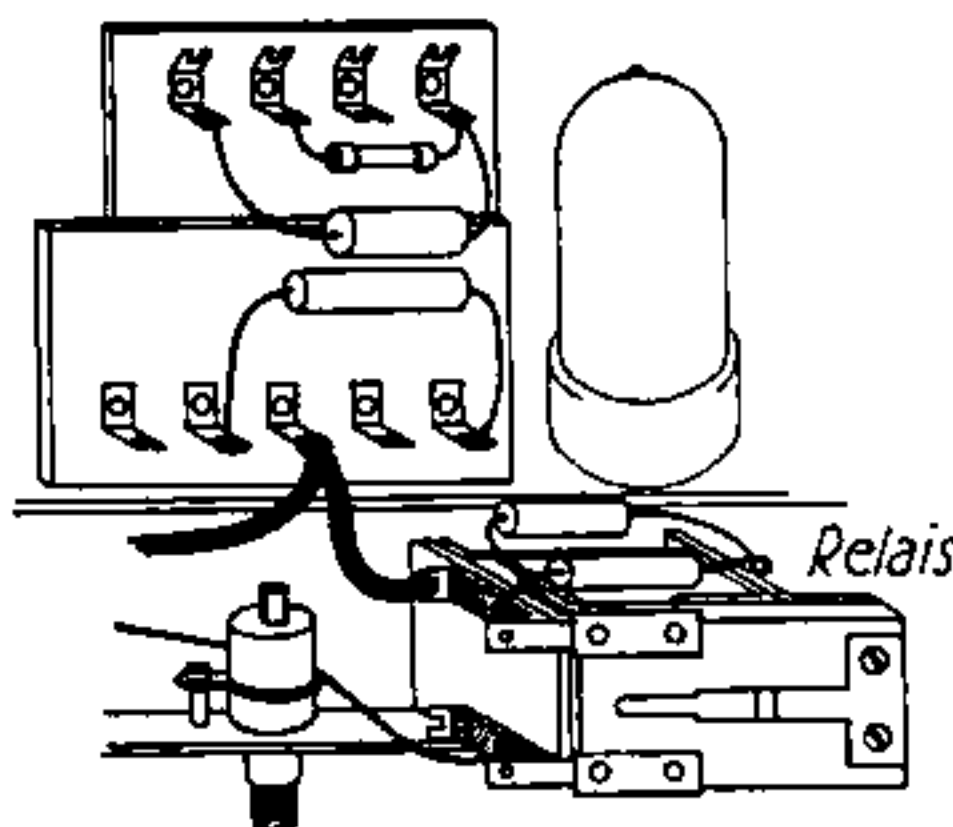

Abb. 8
7. Falls Gerät in Relais-Ausführung, so ist das Relais im Empfängerenteil gem. Abb. 8 oder 9 zu schalten. Bei 12 V: Widerstand 10 Ohm/1 W einlöten.
4. Bei Gerät mit Relais, das Relais gem. Abb. 8 oder 9 schalten. Bei 12 V: Widerstand 10 Ohm/1 W einlöten.